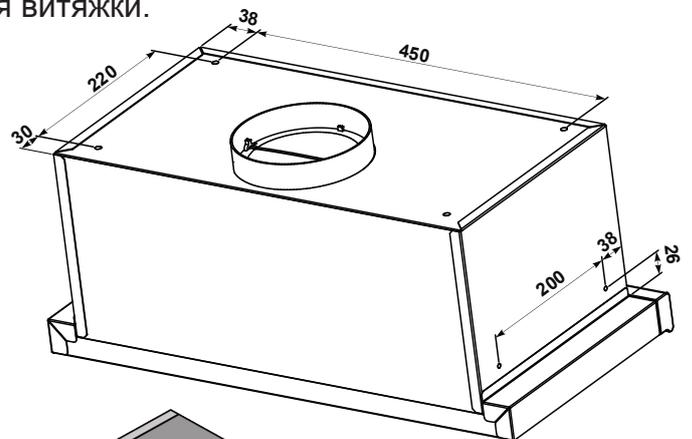

Рис.4
6.6 Кріплення витяжки здійснюється 4 метричними гвинтами М5х35, що вкручуються зсередини навісної шафи в різьбові гайки М5, приклепані до верхньої площини корпусу витяжки (рис.4 / 4.1).